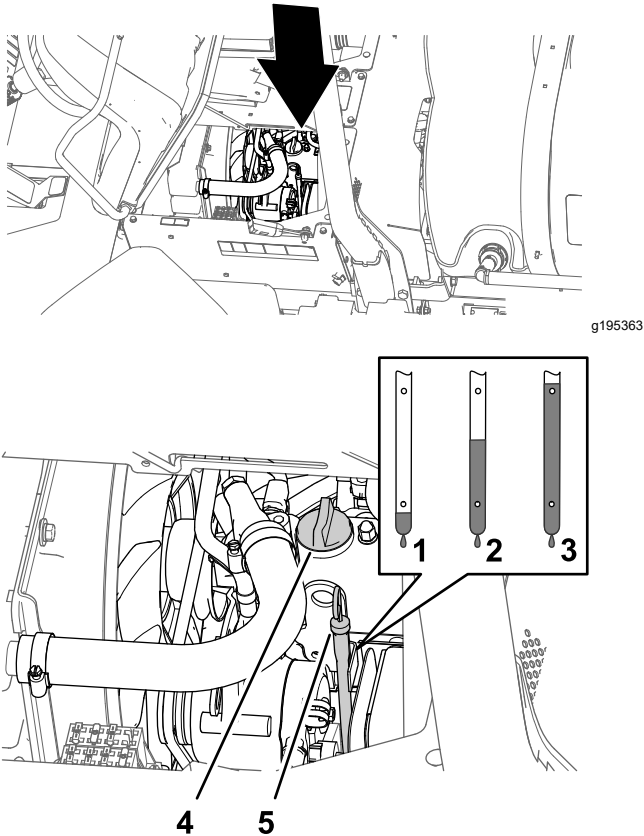

Figura 78
2. Retire a vareta, situada debaixo do banco do passageiro e limpe-a com um pano limpo (Figura 78).
3. Se o nível de óleo estiver baixo, retire o tampão de enchimento da cobertura das válvulas (Figura 78) e adicione lentamente óleo no tubo de enchimento até que o nível suba até à marca "Full" (Cheio) da vareta.
4. Instale a tampa do compartimento de óleo (Figura 78).
5. Volte a introduzir a vareta no tubo (Figura 78).